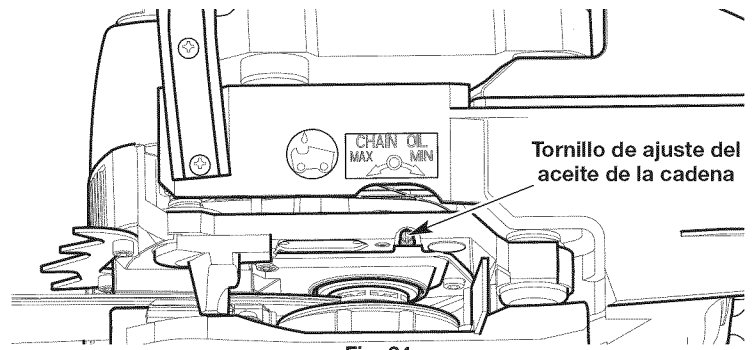

Fig. 24
1. Para incrementar el flujo de aceite, con un destornillador de cabeza plana gire el tornillo de ajuste del engrasador automático en el sentido contrario a las agujas del reloj (Fig. 24).
2. Para disminuir el flujo de aceite, con un destornillador de cabeza plana gire el tornillo de ajuste del engrasador automático en el sentido de las agujas del reloj (Fig. 24).